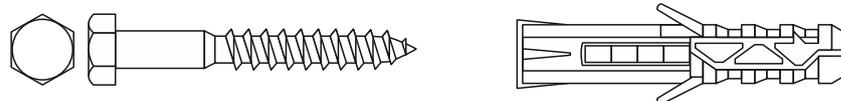

Рисунок 7.4.1 – Шуруп с шестигранной головкой «Глухарь» с дюбелем
2) Сверление производить сверлом диаметром 16 мм. В отверстия установить распорные дюбели диаметром 16 мм и длиной 80 - 120 мм (рис. 7.4.1).